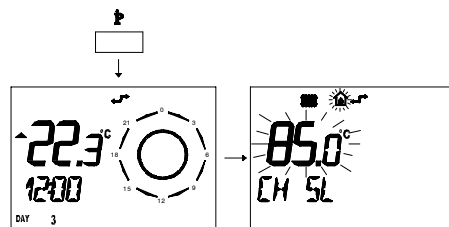

fig. 9.17
- 1 Premere per più di 3 secondi il pulsante  per entrare in modalità **INFO**. (fig. 9.17)